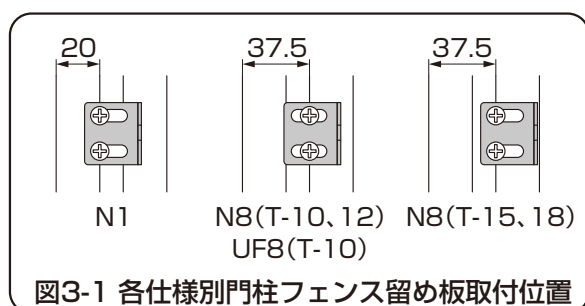

図3-1 各仕様別門柱フェンス留め板取付位置
- ①門柱にφ10の下孔を開けてください。(※1)(表3-1参照)
- ②φ10の下孔にターンナットを入れてください。
- ③門柱フェンス留め板を取付けてください。(図3-1参照)